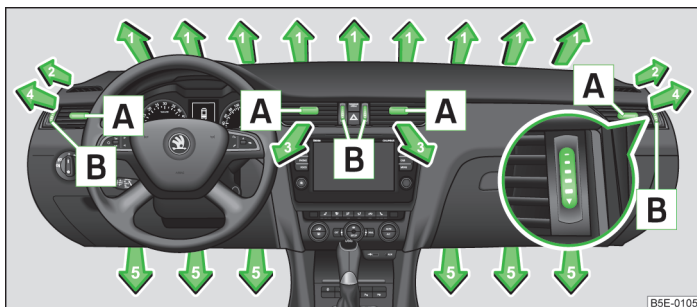
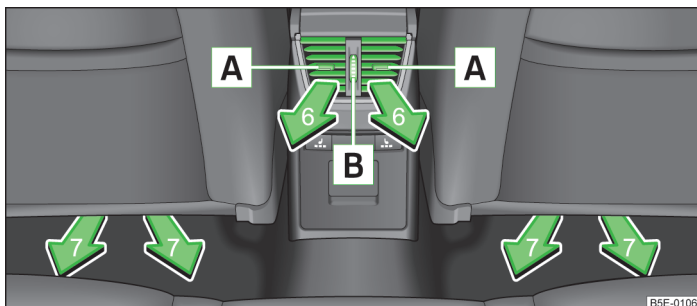

Fig. 105 Fantele de ventilație față
Fig. 106 Fantele de ventilație spate
La fantele de ventilație 3, 4 » fig. 105 și 6 » fig. 106 se poate modifica direcția curentului de aer, iar duzele se pot închide și deschide și individual.
- » Pentru a modifica direcția pe înălțime a curentului de aer, deplasați lamele orizontale cu ajutorul elementului de reglare deplasabil **A** » fig. 105, respectiv » fig. 106 spre în sus sau în jos.
- » Pentru a modifica direcția laterală a curentului de aer, deplasați lamele verticale cu ajutorul elementului de reglare deplasabil **A** » fig. 105, respectiv » fig. 106 spre stânga sau spre dreapta.
- » Rotiți roțița **B** » fig. 105, respectiv » fig. 106 și în sus sau în jos.
Vă recomandăm, să lăsați gurile de ventilație 3 » fig. 105 la pagina 101 în poziție deschisă în toate regimurile de operare.